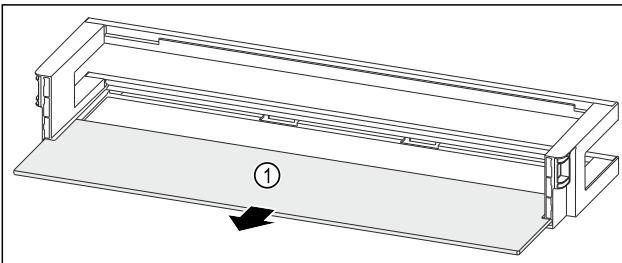

Fig. 131 Рафт на врата с рафт
- ▶ Свалете рафта Fig. 131 (1).